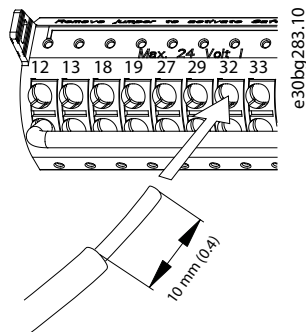

图 5.20 连接硬质控制线缆
- 对于硬质线缆，将裸露的线缆推入到触点中。请参阅图 5.20。